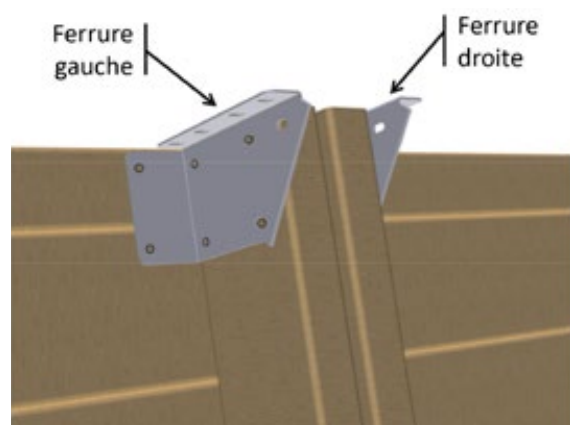

Figure 18 – Colocación de los herrajes en la parte superior de los puntales
- En la parte superior de los cuatro puntales de metal y dos puntales de madera, configure seis herrajes «derechos» y seis herrajes «izquierdos» del kit «Piezas de fijación» de acuerdo con la **Figure 18**. Use 6 tornillos torx de acero inoxidable 6 × 20 A2 (bolsa G) por herraje, para un total de 72 tornillos.